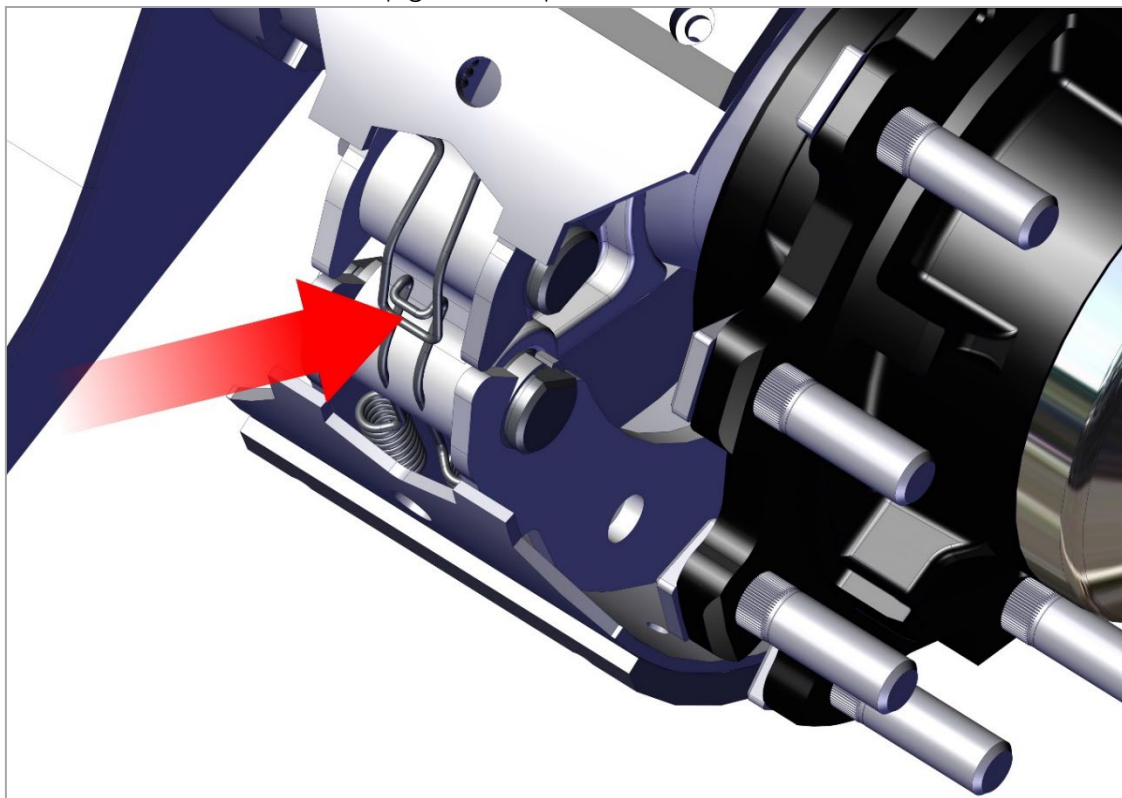

Рис. 27. Зажим пружины.
3) Используя отвёртку, освободите зажим пружины из тормозной колодки. Снимите зажим пружины (рис. 27);